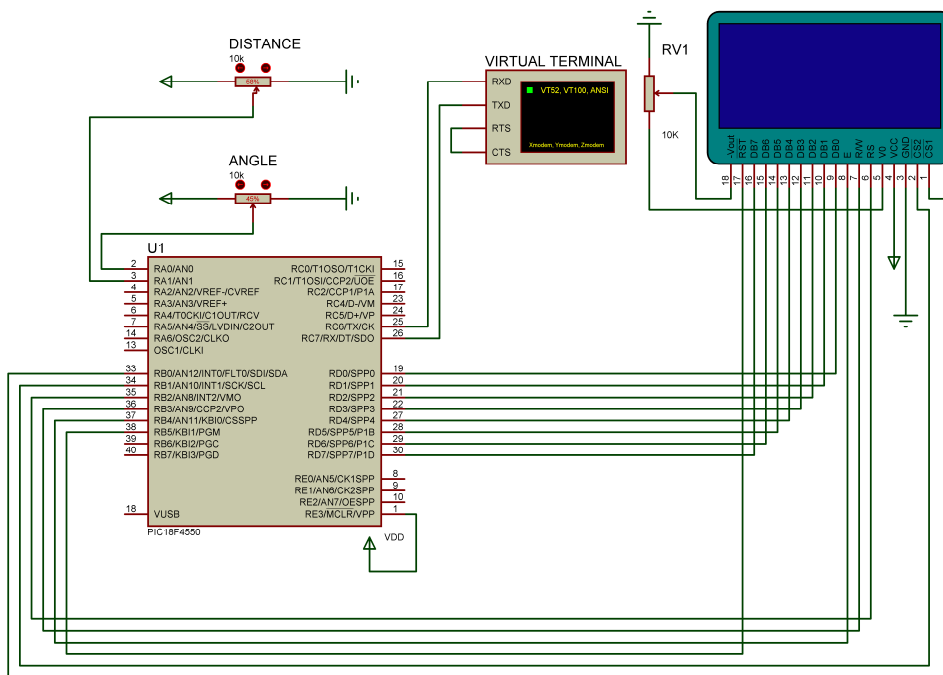

Figura 2. Connexionat del Virtual terminal amb el PIC18F455
2. Ampliar l'esquema elèctric de l'anterior pràctica sobre Proteus. Feu una extensió del projecte de l'anterior laboratori, afegint un element que permet visualitzar l'activitat de la línia sèrie durant la simulació. Utilitzeu el *virtual terminal* que trobareu al menú de *Virtual Instrument Mode* (veure figura 2). Fer el connexionat segons mostra la figura 2. Cal configurar el *virtual terminal* (botó dret, seleccionar l'opció Edit Properties) de la següent forma: transmissió asíncrona de 8 bits, 57600 bauds, 1 bit d'aturada i sense paritat.